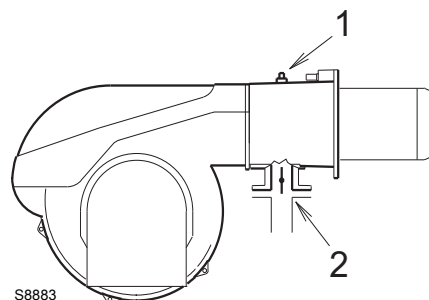

图 23
测试点 1)(图 23) 处的燃气压力，此时：
燃气蝶阀 2)(图 23) 在最大开度 90° 时的压力损失。
- 将测试点 1)(图 23) 处测得的燃气压力减去炉膛背压。
测试点 1)(图 23) 处的燃气压力 = 11.0 mbar
为了计算压力测试点 1)(图 23) 处的燃气压力，将燃烧器设定为最大出力运行：
- 读出右边栏 1 中压力测试点 1)(图 23) 处的压力值。
压力测试点 1)(图 23) 处所需压力。